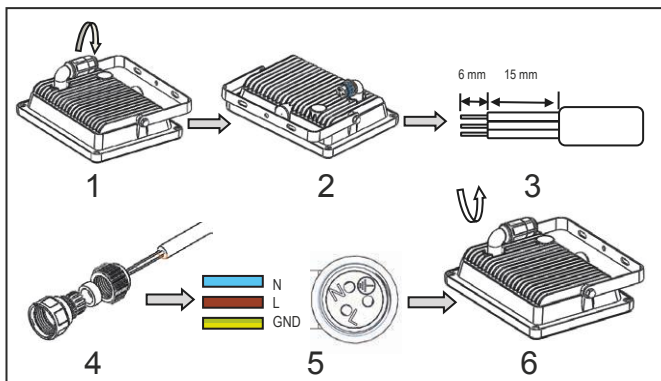

Fig.5: Installation
2. Öffnen Sie die Anschlussmuffe durch Drehen gegen den Uhrzeigersinn bis der Anschlussblock wie in Bild 5 - 2 freigelegt ist.
3. Isolieren Sie die Kabel wie in Bild 5 - 3 abgebildet.
4. Schieben Sie die in Bild 5 - 4 gezeigten Teile der Anschlussmuffe über das Anschlusskabel.
5. Schrauben Sie die Netzkabel wie in Bild 5 - 5 dargestellt, mittels Schraubendreher fest.
6. Schrauben Sie die Anschlussmuffe durch Drehen im Uhrzeigersinn, wie in Bild 5 - 6 gezeigt, zu.